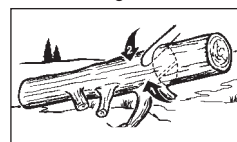

Fig. 13B
2. Le tronc est maintenu à 1 extrémité : En découpant depuis le bas (découpage inférieur), effectuez une coupe à 1/3 du diamètre afin d'éviter la projection des échardes. Coupez ensuite sur la partie haute (découpage supérieur) pour retrouver la première coupe et éviter le coincement (Fig. 13B).